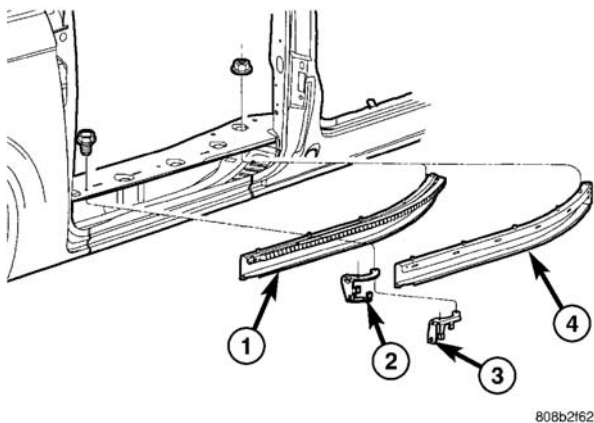

图 3 滑动门保持开启锁闩碰舌
- (1) 打开滑动门，不上闩。
- (2) 拆卸滑动门门槛板。（参见 23-车身/内部/滑动门门槛板—拆卸）
- (3) 卸下将滑动门保持开启锁闩碰舌固定到门槛的螺钉（图 3）。
- (4) 把保持开启锁闩碰舌从车辆上拆卸下来。